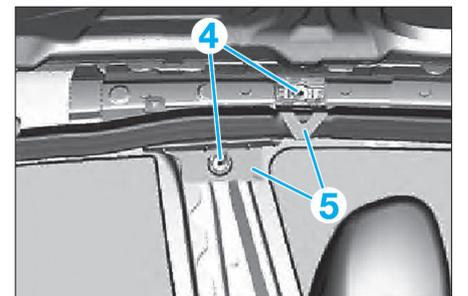

Fig. 24
- les vis (4) et démonter la rampe (5) du montant (Fig.24),